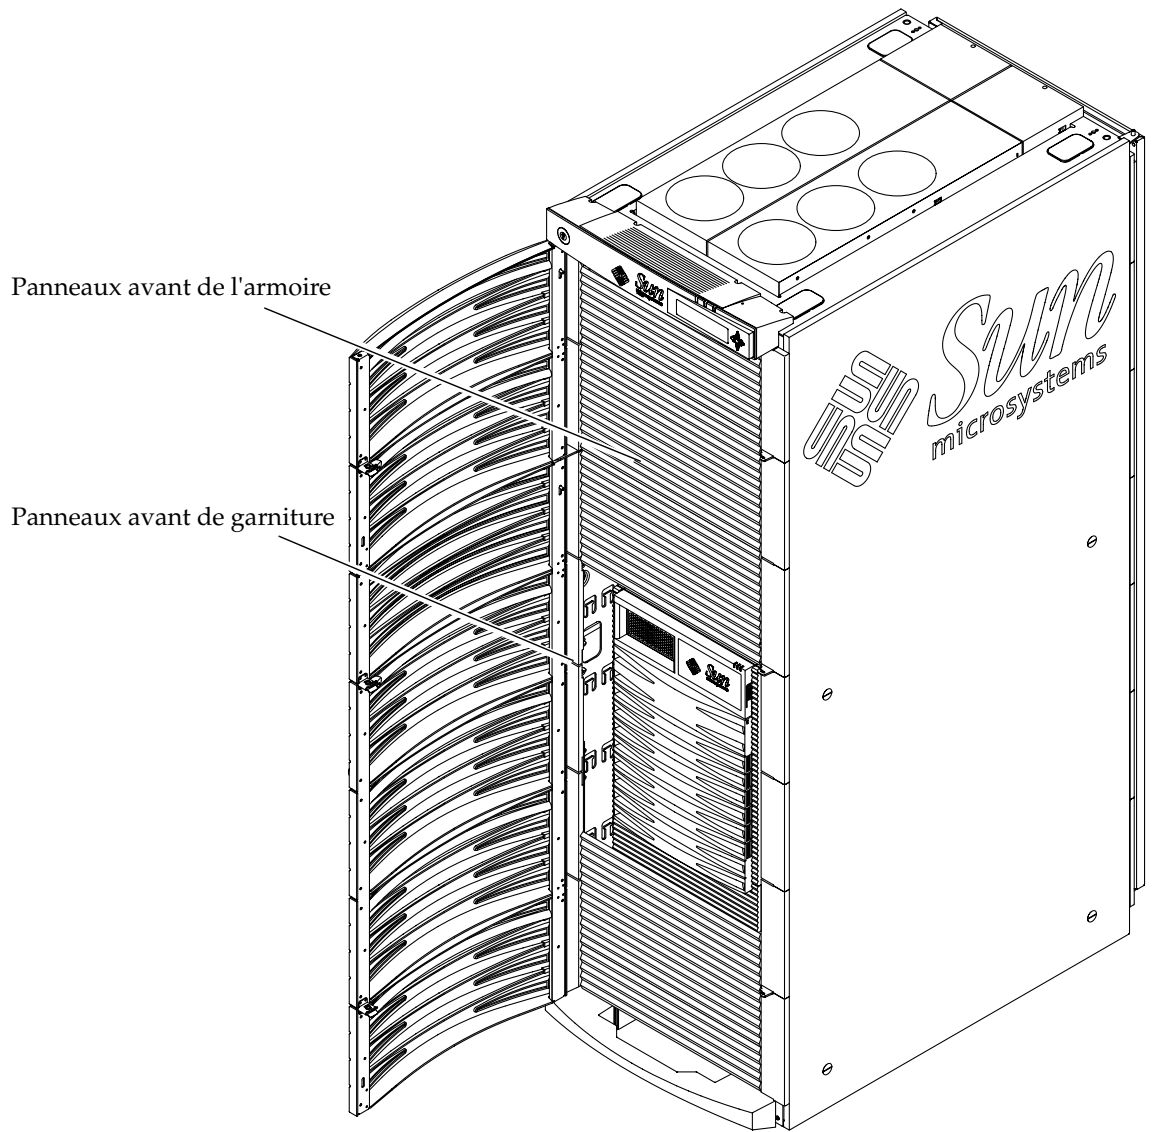

FIGURE 2-6 Emplacements des panneaux avant de l'armoire
2. Fixez les autres panneaux en resserrant les vis du côté gauche et droit de chaque panneau (FIGURE 2-6).